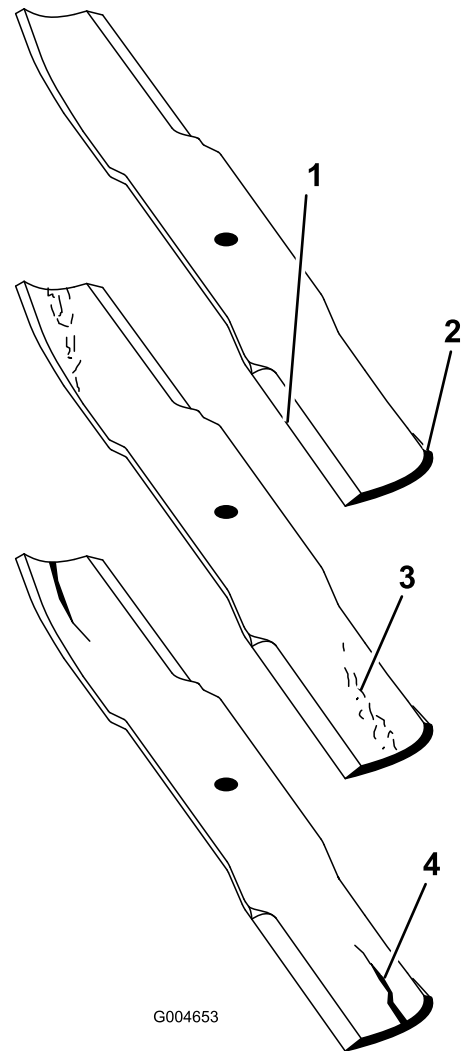

図 124
2. ブレードの切っ先を注意深く観察、特に、直線部と曲線部が交わる部分をよく観察する 図 124。
注 この、直線部と曲線部の交差域は、砂などによる磨耗が進みやすい部分なので、機械を使用する前によく点検することが必要である。磨耗が進んでいる場合 図 124には、ブレードを交換する。